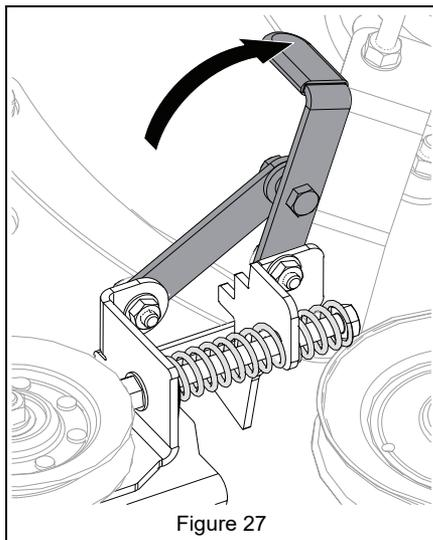

Figure 27
2. Placer le tendeur de la souffeuse en position d'attente. Voir Figure 27.